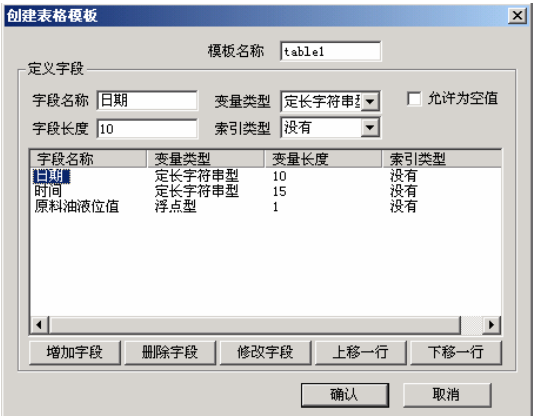

图 9-2 创建表格模板对话框
1、在工程浏览器窗口左侧“工程目录显示区”中选择“SQL 访问管理器”中的“表格模板”选项，在右侧“目录内容显示区”中双击“新建”图标弹出创建表格模板对话框，在对话框中建立三个字段，如图 9-2 所示：